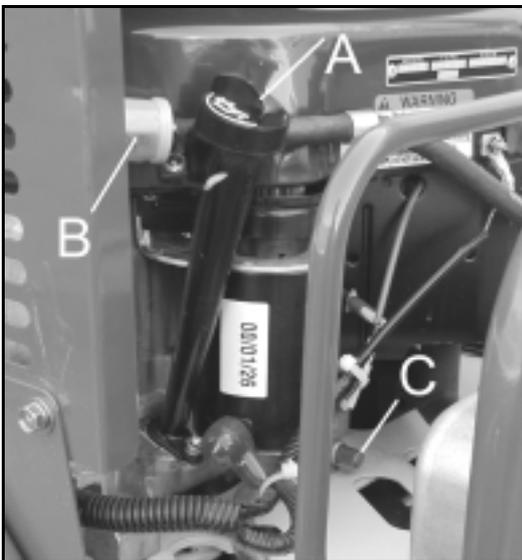
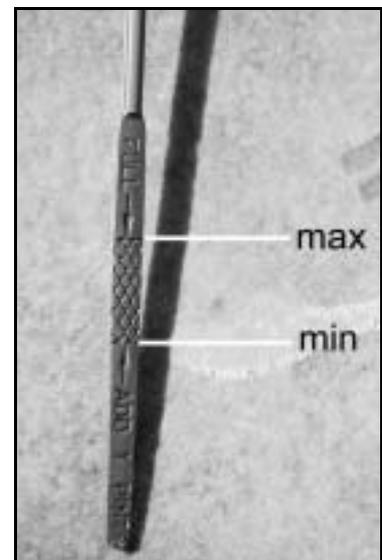

Figure 17
Figure 18
- **Niveau d'huile :** Dévissez la jauge (Figure 17, repère A). Le niveau d'huile moteur froid (ou alors moteur arrêté depuis au moins 10 minutes) doit être compris entre les 2 traits **min - max** de la figure 18. S'il manque de l'huile, rajoutez une huile pour moteur 4 temps semi synthétique SAE 10W30, API SF, SG, SH ou SJ. Le niveau complété, revissez la jauge.